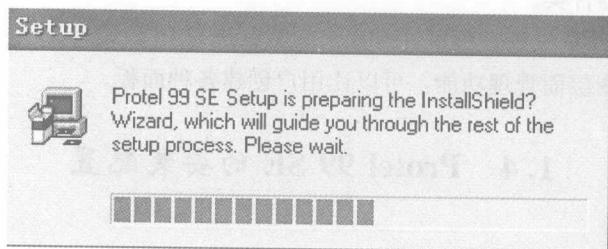

图 1-2 安装向导指示
- (2) 在文件夹中找到 Protel 99 SE 安装文件“Setup.exe”，双击“Setup.exe”图标即开始运行安装程序，出现如图 1-2 所示界面，提示用户按照安装向导的提示进行操作。